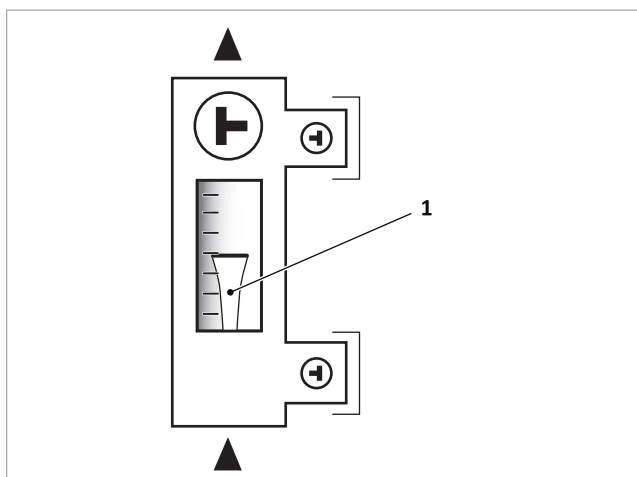

Fig. 130: Leggere il flusso volumetrico sul bordo superiore del galleggiante (1)
2. Collegare il tubo flessibile di mandata della stazione di riempimento e spurgo (SBS) alla valvola KFE (6) del misuratore di portata, aprire la valvola KFE.
3. Inserire la pompa per lo spurgo e spurgare: SBS → Valvola KFE (6) → Pompa primaria → Campo del collettore → SÜS fino a Valvola KFE (5) → SBS
5. Continuare lo sfiato del circuito solare generando e scaricando la pressione. A tal fine chiudere e aprire da due a massimo tre volte la valvola KFE (5).
6. Quando il Tyfocor fuoriesce senza bolle, chiudere la valvola KFE (5) e aumentare la pressione dell'impianto a 4 bar.
7. Chiudere la valvola KFE (6) e disinserire la pompa della SBS. Controllare la tenuta dell'impianto.
8. Sfiatare l'intercettazione aria (7).
9. Aprire completamente la valvola a cappuccio (3).
10. Impostare la pressione dell'impianto attraverso la lenta apertura della valvola KFE (5) come la pressione di esercizio calcolata. Regola generale: Pressione d'ingresso MAG + 0,3 bar.
11. Commutare il misuratore di portata in posizione di flusso (cfr. → fig. 130, pag. 60), chiudere le valvole KFE (5) e (6), rimuovere la SBS e avvitare i coperchi.